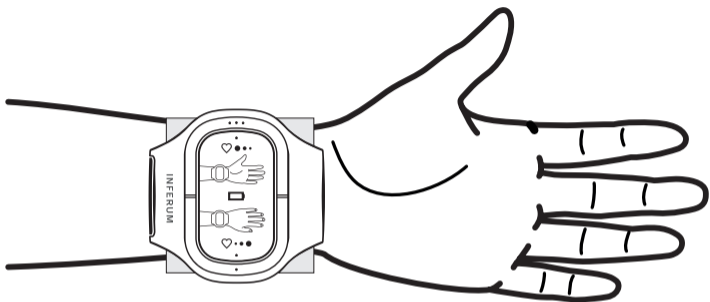

Рис.4. Положение электростимулятора на зоне МС-6 для пациентов с высоким артериальным давлением
12.7.1. Зона MS-6 – зона воздействия для пациентов с высоким артериальным давлением (Рис.4).